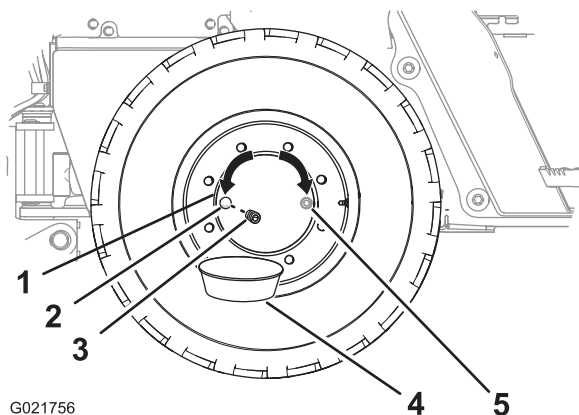

Figura 84
2. Spostate la macchina avanti o indietro al fine di posizionare il tappo dell'olio del mozzo nella posizione ore 3 o ore 9 nell'orologio (Figura 84).
4. Mettete una bacinella di spurgo sotto il tappo del mozzo della ruota (Figura 84).
5. Rimuovete il tappo dal relativo mozzo (Figura 84).
6. Verificate che il livello dell'olio sia alla base della filettatura del foro del tappo dell'olio (Figura 84).
8. Montate il tappo nell'apposito foro del mozzo della ruota (Figura 84).